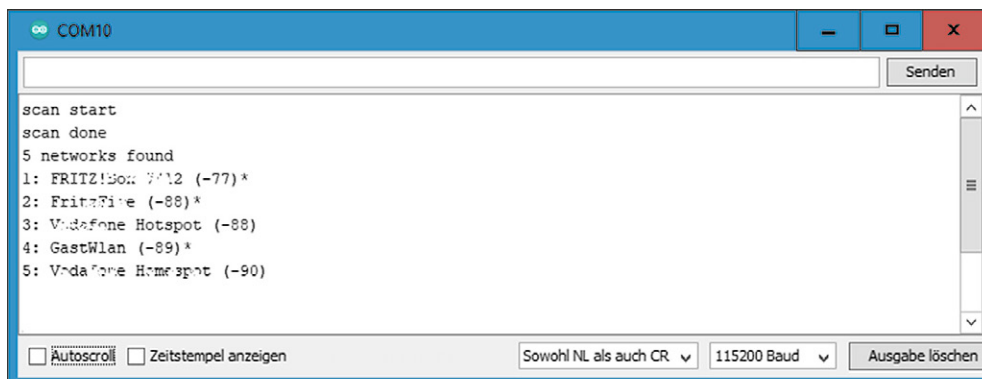

Bild 2: Verfügbare WLAN-Netzwerke in der Nähe des ESP32-Boards
6. Im Serial Monitor (Baudrate von 115200) werden nun die verfügbaren Netzwerke in der Nähe des ESP32 angezeigt (Bild 2).